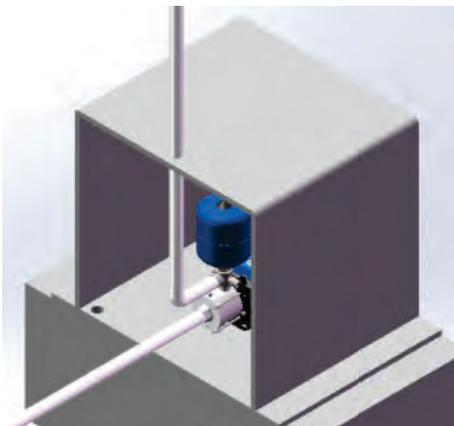

Figura 4
8.4 O pressurizador deve ser instalado em local coberto, ventilado e com proteção contra intempéries (ver figura 4)